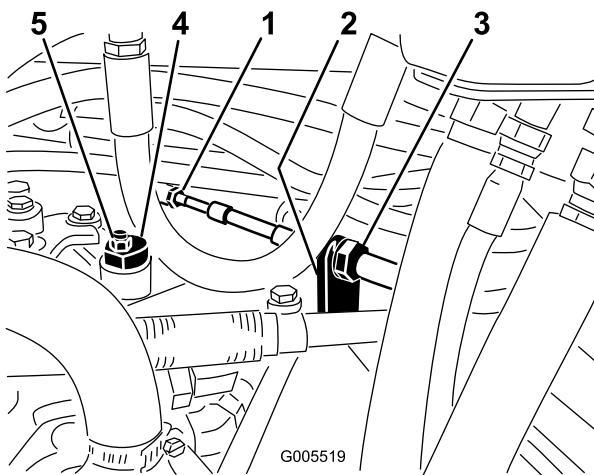

Figura 55
A. Afloje las dos contratuerzas que fijan el cable de control de tracción a la mampara del hidrostato (Figura 55). Asegúrese de aflojar ambas contratuerzas uniformemente, y lo suficiente como para permitir el ajuste.
Nota: Afloje la tuerca que sujetá el excéntrico a la parte superior del hidrostato (Figura 55).
apriete la tuerca para bloquear el excéntrico y el ajuste (Figura 55). Compruebe el ajuste con el acelerador en las posiciones Lento y Rápido.
- D. Desde cada lado de la mampara, apriete las contratuerzas uniformemente, fijando el cable de tracción a la mampara (Figura 55). No tuerza el cable.